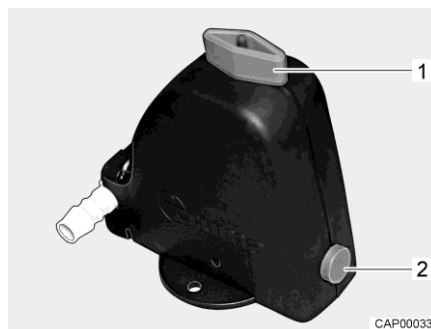
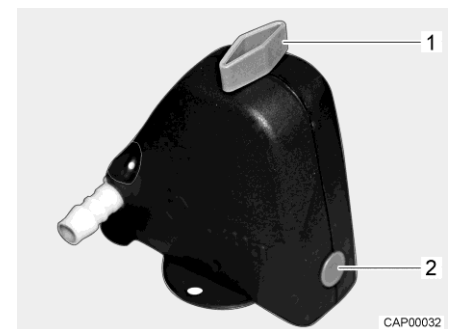

Fig. 94 Valvola di sicurezza/di scarico aperta
Fig. 95 Valvola di sicurezza/di scarico chiusa
- Chiudere la valvola di sicurezza/di scarico. A tal fine ruotare la manopola (Fig. 94,1) trasversalmente rispetto alla valvola di sicurezza/di scarico e premere verso l'interno il bottone automatico (Fig. 94,2). La valvola di sicurezza/di scarico chiusa è rappresentata in Fig. 95. Con temperature inferiori a 6 °C non è possibile chiudere la valvola di sicurezza/di scarico.